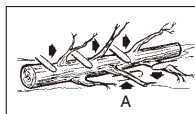

Fig. 12
Kvisting av tre betyr at grenene på et falt tre sages av. Ikke fjern underkvister (A) før etter at trestammen er delt inn i lengder (Fig. 12). Kvister under spenning bør sages fra bunnen opp for å forhindre at motorsagen bindes.